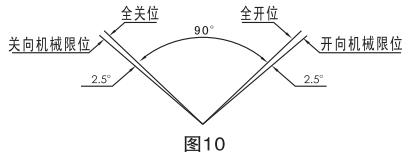

图10
- 如无特殊要求，出厂调试时执行机构全关位和全开位之间行程角度为90°。用户配阀后，如果阀门的全关位、全开位和执行机构的全关位、全开位不一致，需进行重新调整，调整时机械限位必须符合图10的要求。